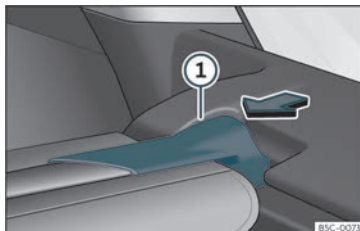

Fig. 119 No maleteiro: desmontar a bandexa.
- Prema o soporte da bandexa >>> **fig. 119** ① no sentido da frecha.
- Encaixe o soporte da bandexa >>> **fig. 119** ① na carcasa do outro lado.